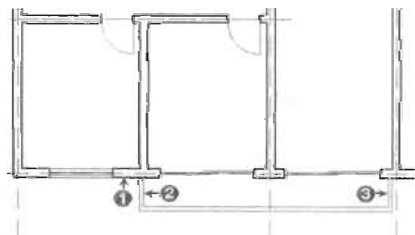

图 5-169
(6) 将矩形分解, 然后单击“修改”工具栏的“延伸”按钮, 将线段与墙线对齐, 如图 5-169 所示, 命令执行过程如下。